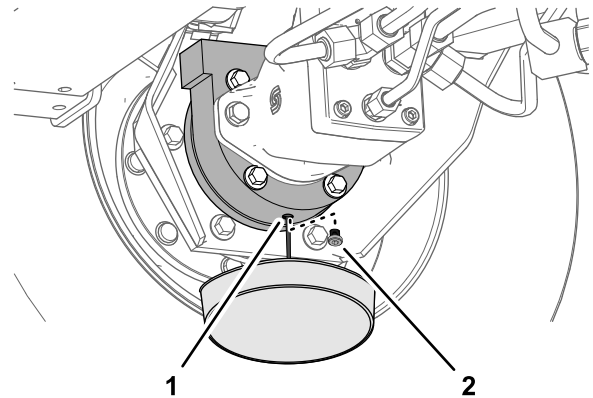

Figura 76
- Coloque un recipiente debajo del alojamiento del freno, retire el tapón de vaciado y deje que se drene el aceite totalmente (Figura 76).